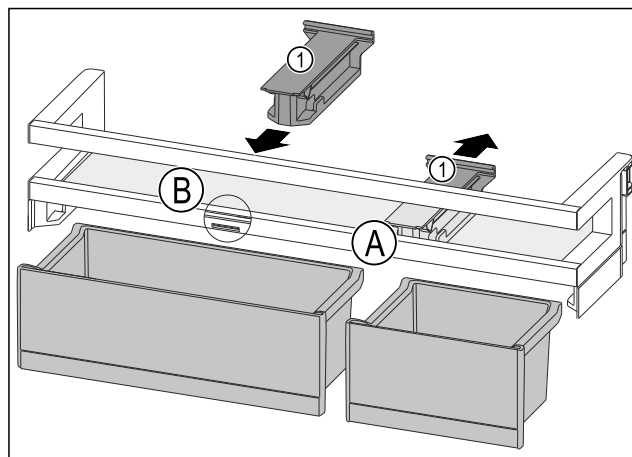

Fig. 185
- ▶ Pidržni dio Fig. 185 (1) u položaju Fig. 185 (A) skinite prema natrag.
- ▶ Pidržni dio Fig. 185 (1) umetnite u položaj Fig. 185 (B).